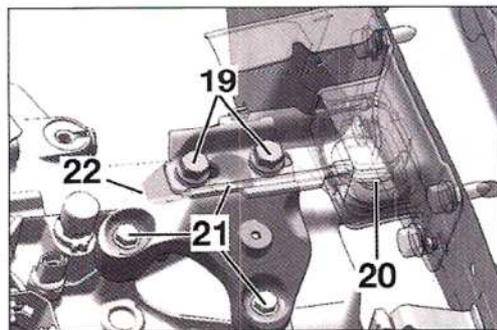

FIG. 11
- Los 2 tornillos (19) (Fig.11).